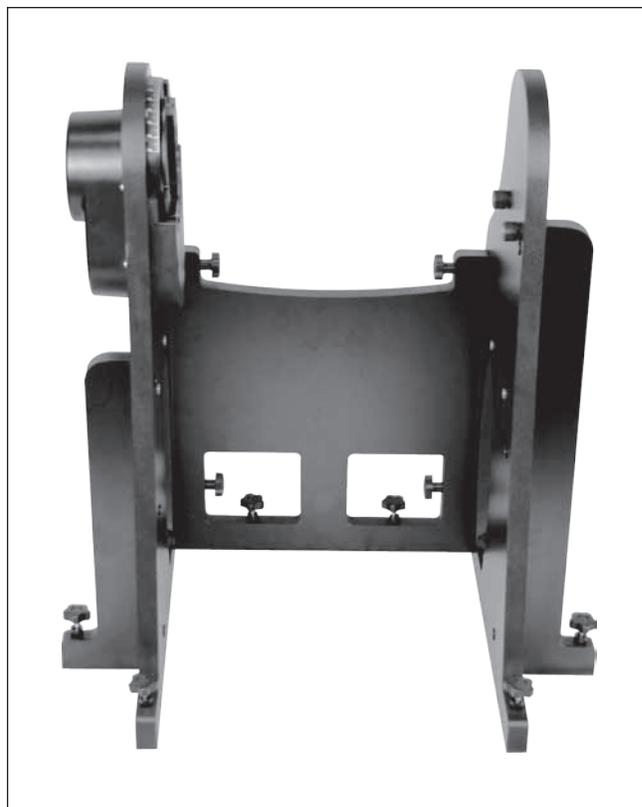

Figura 10. El panel lateral completado y montaje del panel delantero
4. Ahora sujete el refuerzo delantero a los dos paneles laterales con cuatro pernos de montaje prisioneros. Utilice el botón de mano para ensartar cada perno dentro del recipiente enroscado de metal empotrado en el panel lateral. Los paneles laterales deben orientarse para que los refuerzos laterales estén orientados hacia el exterior. El panel delantero debe orientarse para que los dos agujeros orientativos del portaocular estén orientados hacia el exterior. Aún no apriete del todo los pernos de montaje. El montaje completo debe parecerse a la **Figura 10**.